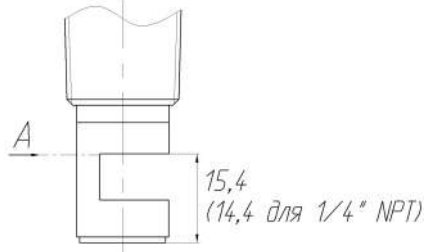

Рисунок 1 – Линия срабатывания сигнализаторов
2.2.1 Пределы допускаемой абсолютной погрешности определения положения уровня в рабочем диапазоне температур равны ± 2 мм относительно линии срабатывания А (см. рисунок 1).